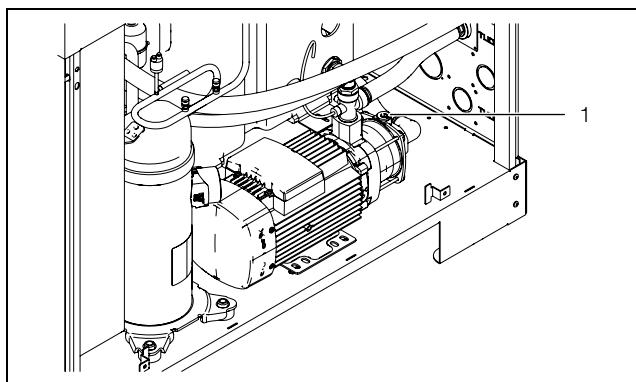

Imagen 22: Purgado de la bomba del medio refrigerante
- Purge la bomba del medio refrigerante (en reposo) abriendo el tornillo de purga (imagen 22, pos. 1). La purga de la bomba concluye en el momento que rebosa medio refrigerante del tornillo de purga.